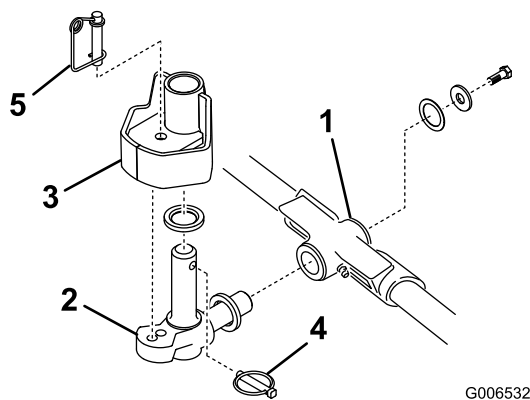

Figura 14
- Introduzca una arandela de empuje en el eje horizontal del nudo del pivote tal y como se muestra en Figura 14.
2. Introduzca el eje horizontal del nudo del pivote en el tubo de montaje del bastidor de tiro (Figura 14).
3. Fije el nudo del pivote al bastidor de tiro con una arandela de empuje, una arandela plana y un tornillo de caperuza con arandela prensada (Figura 14).
4. Introduzca una arandela de empuje en el eje vertical del nudo del pivote (Figura 14).
5. Si no está ya instalado, introduzca el eje vertical del nudo del pivote en el buje de pivote del brazo de elevación (Figura 14).
7. Introduzca el pasador de seguridad en el taladro transversal del eje del nudo del pivote (Figura 14).
Nota: Si se requiere fijar la posición de la unidad de corte, introduzca el pasador de bloqueo de la dirección en el taladro de montaje del nudo del pivote (Figura 14).
13. Enganche el alambre del muelle alrededor de la parte inferior del pasador de bloqueo de la dirección (Figura 14).